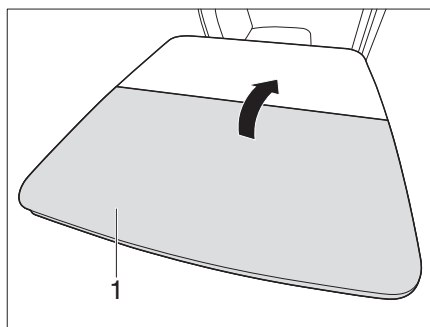

Fig. 115 Aprire il tavolo ribaltabile
- Richiudere la metà del tavolo (Fig. 115,1).